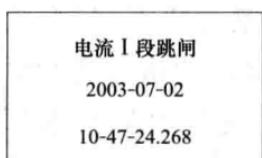

图 2-11 报告页 1
- 1) 查看报告。可查看历史报告，报告按发生时间顺序排列，第 1 个报告为最近时间内产生的报告，进入后装置会提示当前共有多少个报告，用户选择好报告序号后按“确认”键，即可查看该报告，报告显示共分两屏：第一屏显示动作时间和动作类型，第二屏显示动作值。按“↑”“↓”键翻页，如图 2-11 和图 2-12 所示。